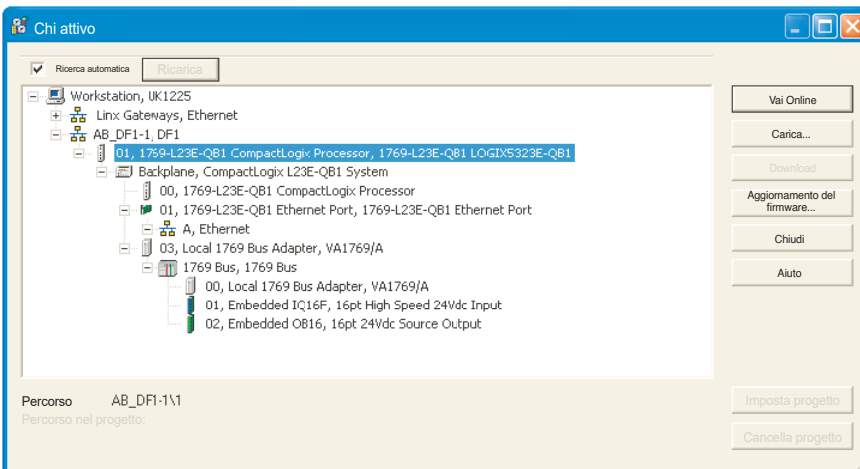

Figura 4.3.21f Finestra Who Active (Chi è attivo)
1. Selezionare lo strumento interessato (figura 4.3.21f) e fare clic su "Update Firmware" (Aggiorna firmware). Nella finestra "Choose Firmware Revision" (Scegli revisione firmware), selezionare l'ultima versione. Fare clic su "Update" (Aggiorna).